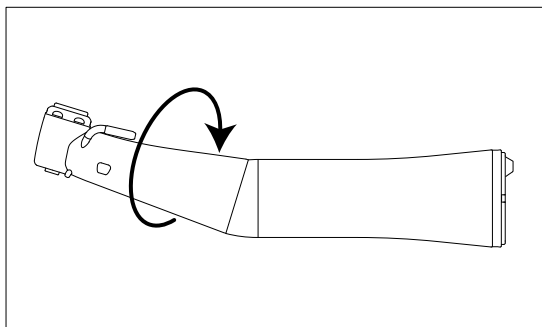

Fig.6
- 3) Vrid huvudet i pilens riktning medan du håller i skaftet. (Fig. 6)